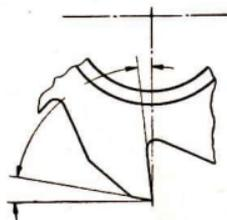

Bild 6 Winkel am Fräser
*Aufgabe:* 10. Tragen Sie in Bild 6 die Winkelbezeichnungen ein!